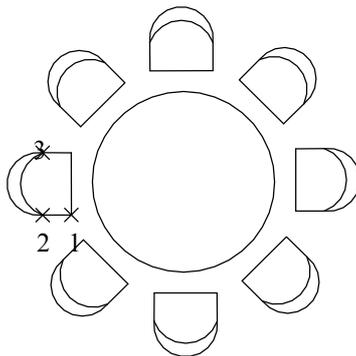

图 3-39 绘制多段线
(2) 绘制如图 3-39 所示的多段线，直线段部分和弧线段部分结合的。具体步骤如下：